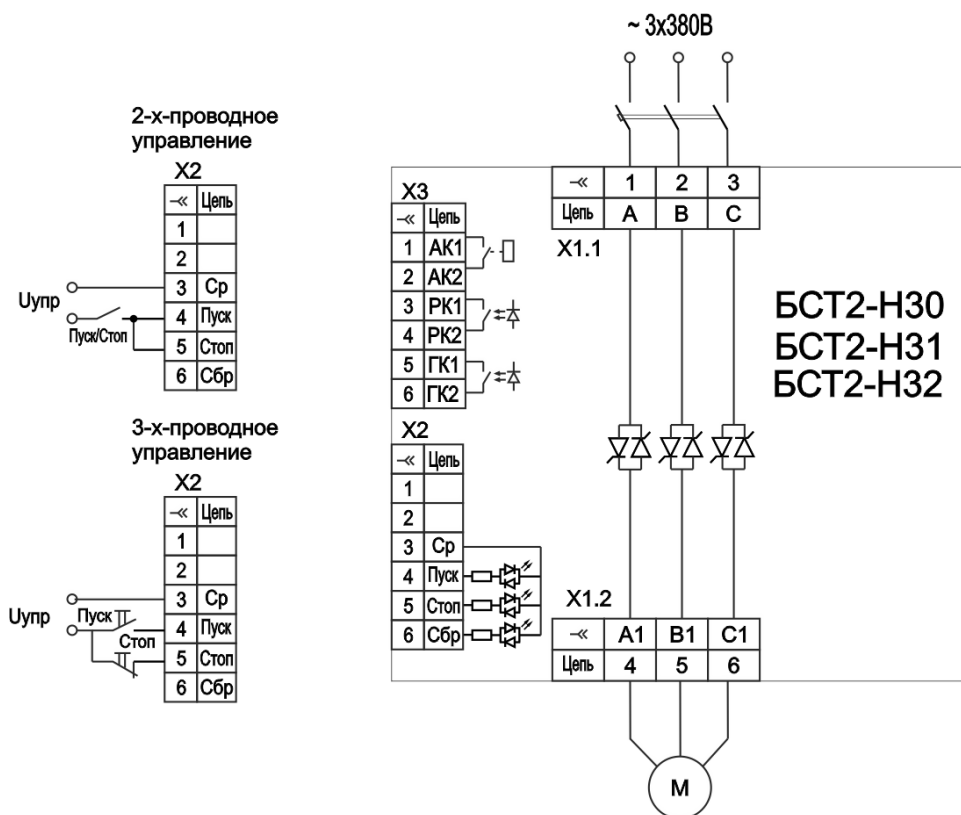

Рисунок 3 – Пример схемы подключения БСТ2-Н30, БСТ2-Н31, БСТ2-Н32
1.6.6 Пример схемы подключения приведен на рис. 3 и 4 .